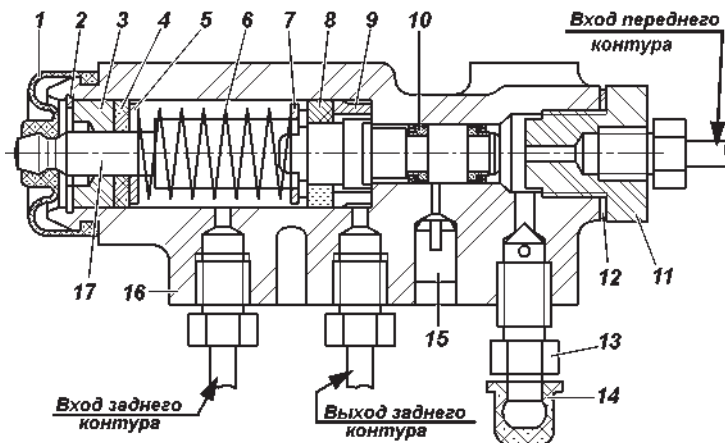

Рис. 9.29. Регулятор давления:
Регулятор давления. На автомобилях, не оснащенных антиблокировочной системой тормозов, устанавливается регулятор давления (рис. 9.29), который обеспечивает оптимальное распределение тормозных сил по осям автомобиля и не допускает блокировку задних колес раньше передних. При обслуживании проверяйте работоспособность регулятора давления. Очищайте регулятор от грязи и проверяйте надежность его крепления. Внешним осмотром убедитесь, что регулятор и детали его привода не имеют повреждений, отсутствуют подтекания тормозной жидкости и люфты в соединении стойки с упругим рычагом и кронштейном на заднем мосту.
3. Заверните болт 3 до соприкосновения его с хвостовиком поршня 17 (рис. 9.29) регулятора.